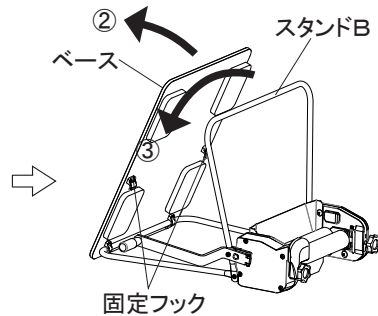

図4
2. ベースを押さえながらスタンドBを矢印①のように引き上げながら図4のようにベースを少し起こし、スタンドBを矢印③のように固定フックまで押し下げてください。